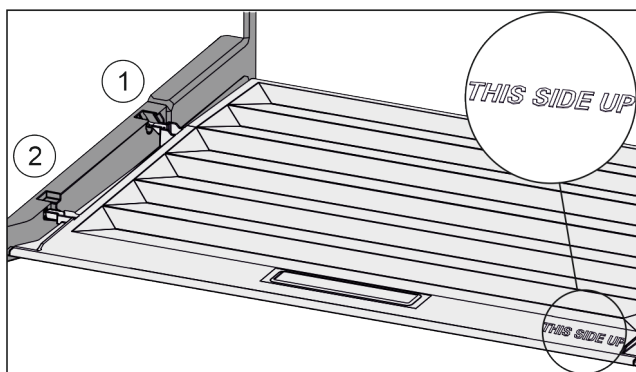

Fig. 162
- ▶ Introduceți nervura capacului prin orificiul suportului posterior Fig. 162 (1) și înclicetați-l în față în suport Fig. 162 (2).